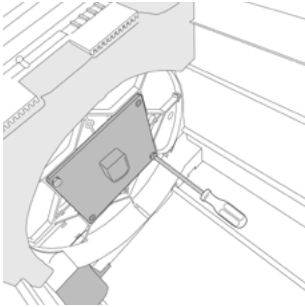
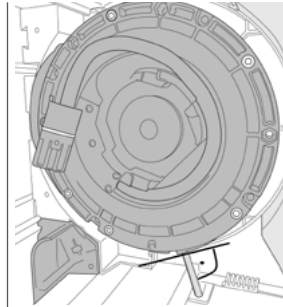

Bild 5
Bild 6
- 1) Die Adapterplatte ist individuell auf das Kastenkopfstück abgestimmt. Adapterplatte mit geeigneten Schrauben befestigen (Bild 5). MAN Rescue auf die Adapterplatte stecken. MAN Rescue nimmt durch die spezifische Adapterplatte automatisch in die richtige Position ein. Das Gurtband wird später gerade aus dem MAN Rescue in die Gurtführung gesteckt (Bild 6).